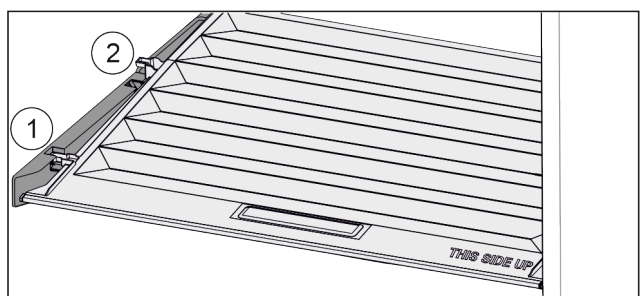

Fig. 91
- ▶ Потянуть крышку до отверстия в поддерживающих деталях вперед Fig. 91 (1).
- ▶ Поднять сзади снизу и извлечь Fig. 91 (2) движением вверх.